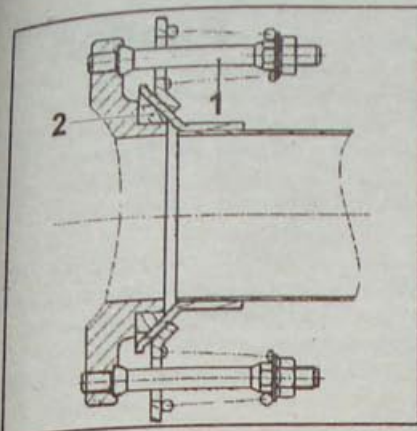

Рис. 1.98. Соединение приемной трубы системы выпуска отработавших газов автомобилей с двигателями F3R:
- Шпильки (1, рис. 1.98) приемной трубы системы выпуска отработавших газов автомобилей с двигателями F3R имеют упоры, которые определяют напряжение пружин, поэтому их следует затягивать до упора.